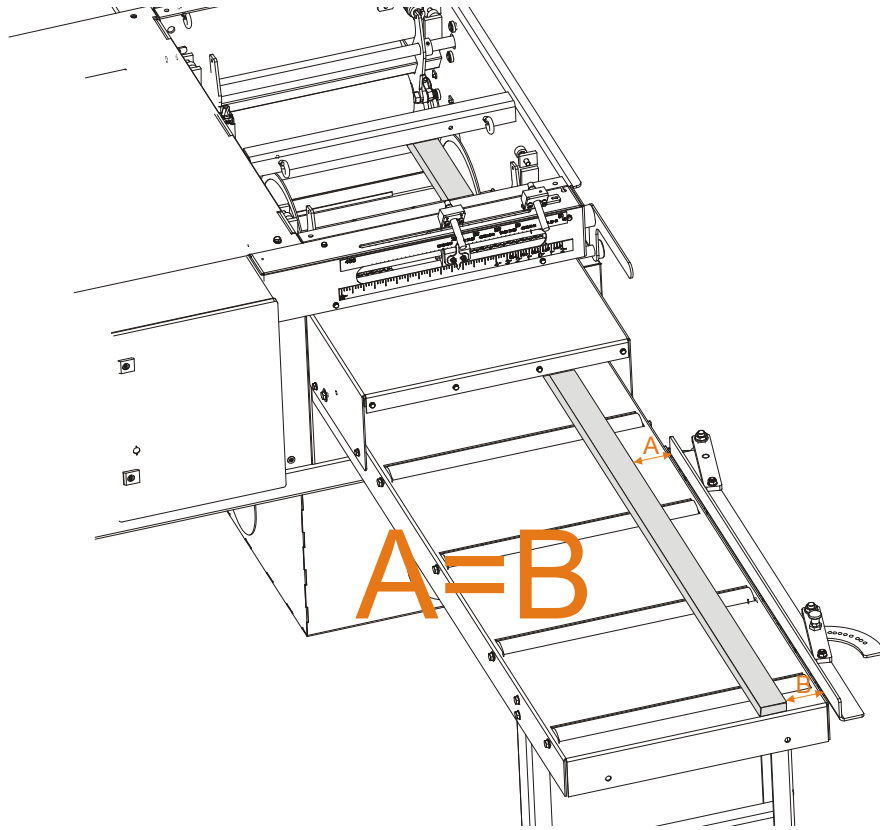

FIG. 3-8
- Montez la table d'évacuation en utilisant les boulons M12x40, 13 rondelles, des écrous M12 et les entretoises spéciales fournies (1 et 1,5 mm d'épaisseur). Placez une barre le long du bord intérieur de la lame comme indiqué sur la figure 3-8. Ajoutez ou retirez les entretoises pour aligner la table de sorte que les distances A et B soient égales.